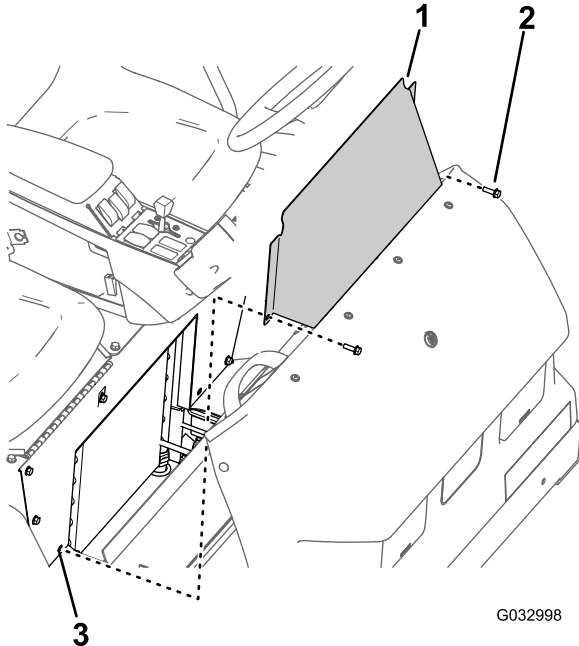

Figure 66
1. Retirez les 2 boulons à embase qui fixent le panneau d'accès à la base du siège (Figure 66).
2. Déposez le panneau d'accès à la base du siège de la machine (Figure 66).
1. Alignez les trous du panneau d'accès et les trous dans la base du siège (Figure 66).
2. Fixez le panneau d'accès à la base du siège au moyen des 2 boulons à embase (Figure 66) retirés à l'opération 1 de la section Dépose du panneau d'accès à la base du siège (page 56).